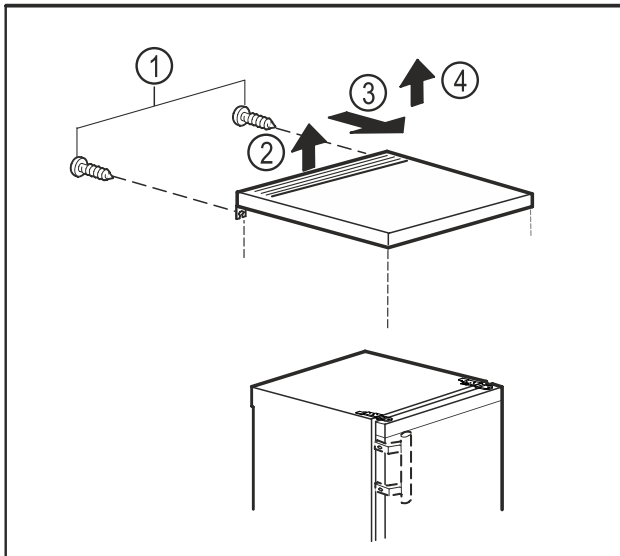

Fig. 9
- ▶ Викрутіть гвинти на задній панелі. Fig. 9 (1)
- ▶ Підніміть стільницю ззаду. Fig. 9 (2)
- ▶ Посуньте стільницю вперед. Fig. 9 (3)
- ▶ Зніміть стільницю вгору. Fig. 9 (4)